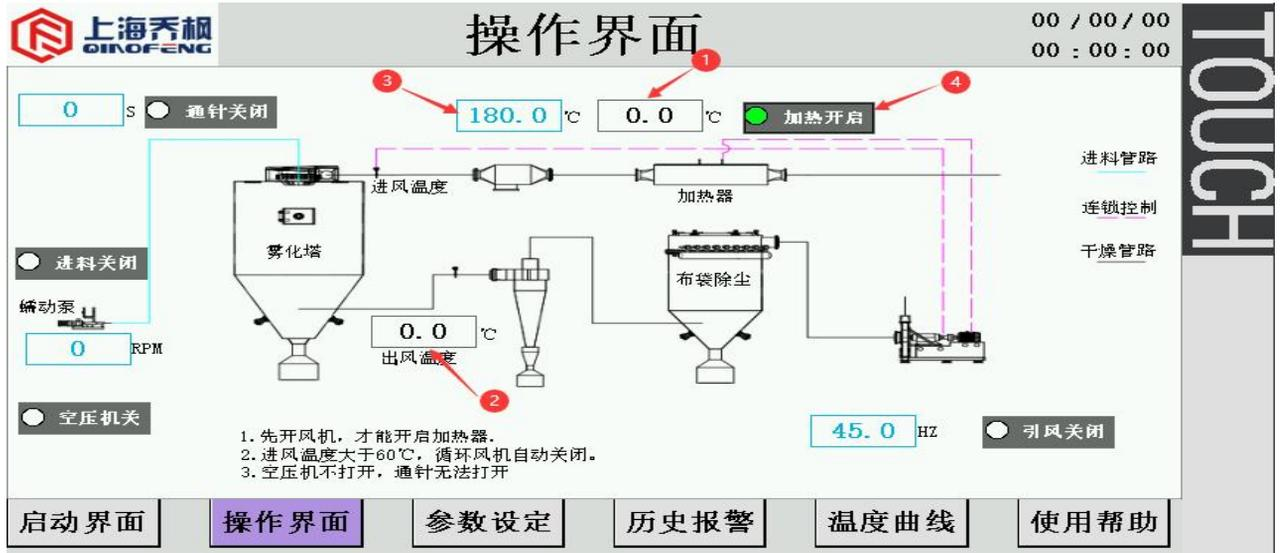

图 6
5、设备结构图	6、7
(4) 点击“℃”前的设定框 3，用虚拟键盘输入“0-250”，即为设定进风温度为 0-250℃，点击“加热器开关”4，开启电加热。显示状态如下图 6 所示。（显示框 1 为进风实际温度显示，显示框 2 为出风温度实际显示，以此判设备实际状态是否符合生产状态）